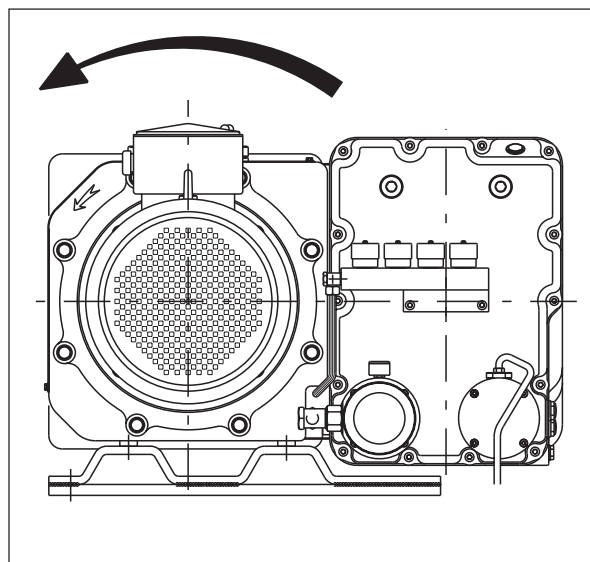

Fig.5
- Controllare il senso di rotazione del motore accendendo la pompa per un breve istante (2-3 secondi). Il senso corretto è quello indicato dalla freccia posta sulla pompa (fig.5). Nel caso di rotazione contraria, occorre invertire il campo di rotazione del motore cambiando posizione a due dei tre conduttori di fase alla morsetteria di cablaggio del motore.
- Check direction of rotation by starting the pump for a little while (2-3 seconds). The correct direction is the one shown by the arrow on the pump (fig.5). In case of opposite rotation it is necessary to exchange the motor rotation by changing position of two of the three wires of the phases in the motor terminal board.